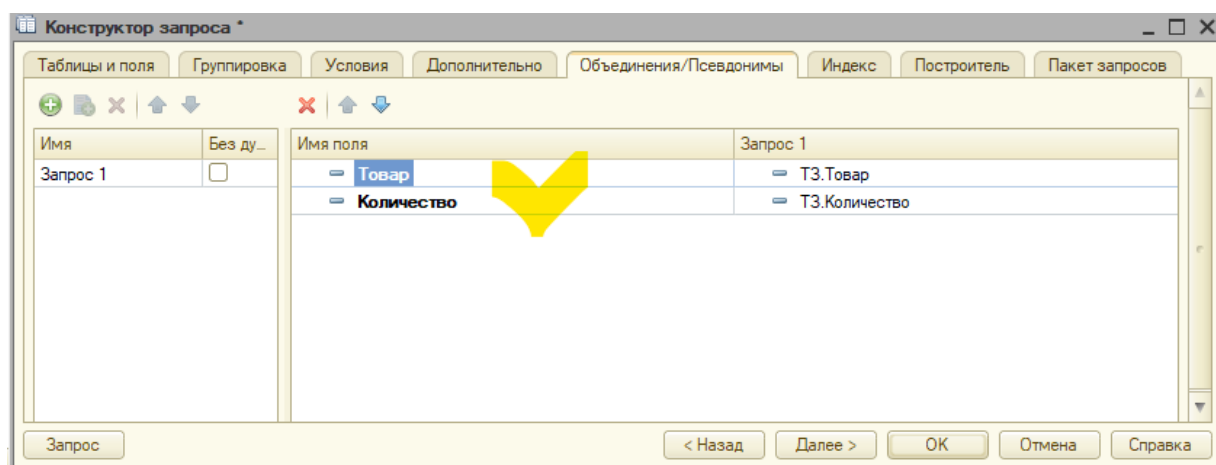

Рис. 5.56. Объединения/Псевдонимы запроса
- вкладка **Объединения/Псевдонимы** позволяет изменить имена полей (рис. 5.56);